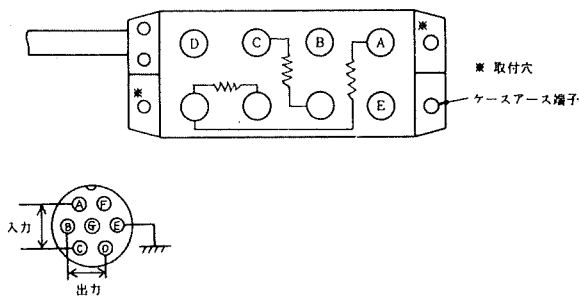

図 11
- 固定する場合には図11に示す取付穴を利用してビス止めします。
- コネクタの結線は図11に示すようにピン番号A, Cがブリッジ電源の供給で、B, Dが動ひずみ測定器への入力となります。Eはコモン端子です。